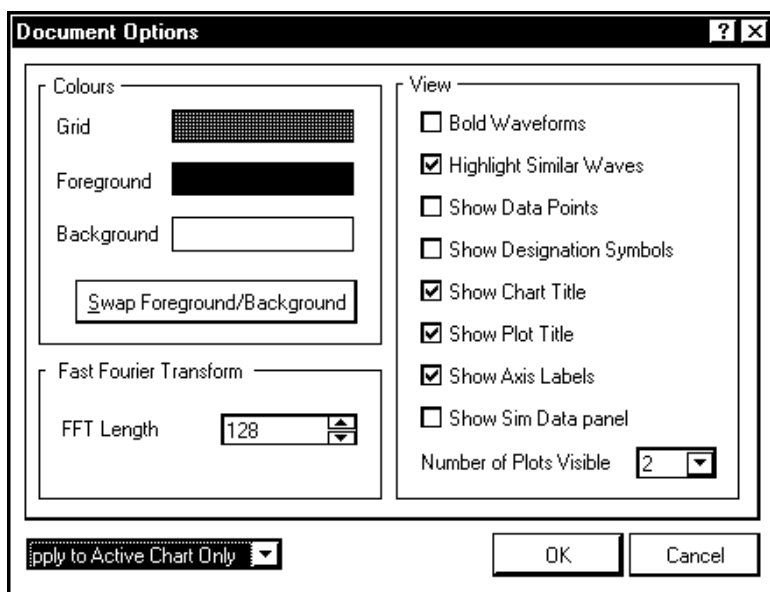

Рис. 9.20. Окно настроек отображения графического документа
- **Document Options** — по этой команде открывается диалоговое окно общих настроек графического документа (рис. 9.20):